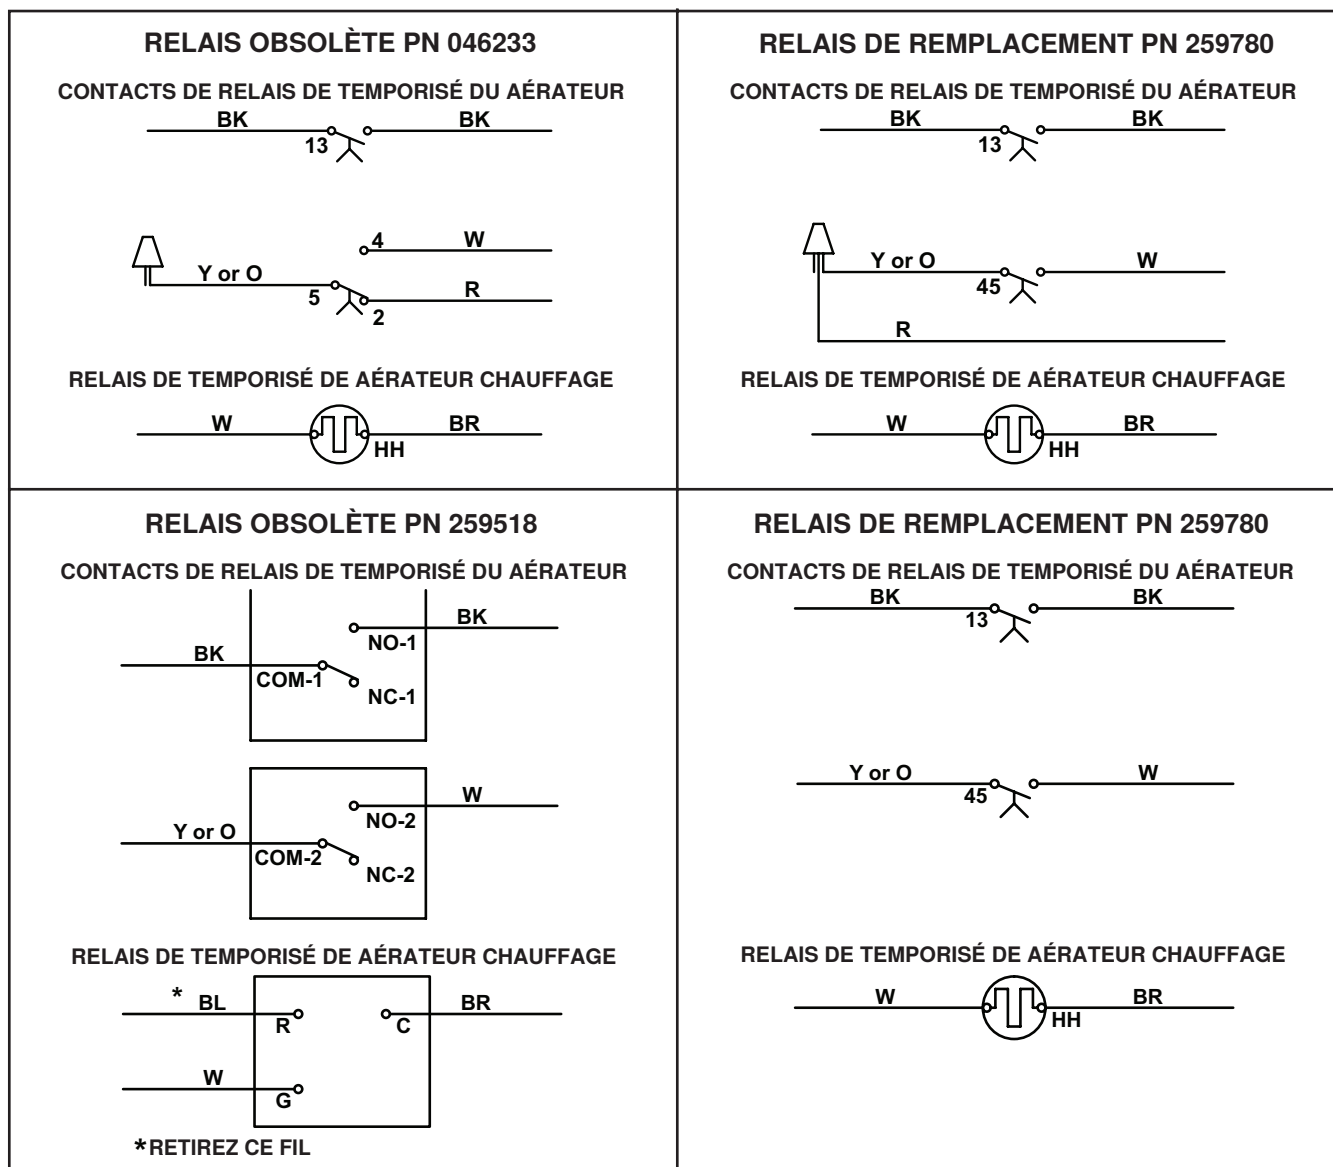

Figure 18. Connexions de câblage pour unité modèle F ou B avec aérateur motorisée
- (1) Pour **toutes** les unités, **sauf** les modèles F et B avec aérateur motorisée en option, le câblage est le même que pour le relais remplacé.
- (2) Pour les unités modèles F et B avec aérateur motorisée en option, branchez les fils conformément au schéma de câblage illustré à la Figure 18.